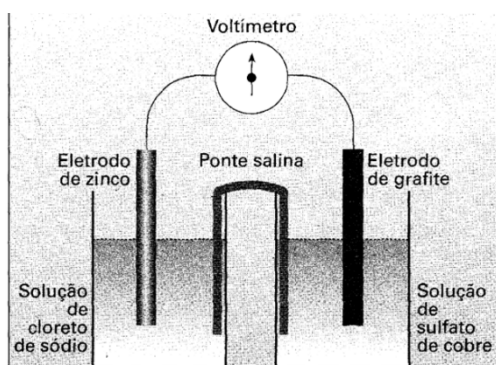

Figura 9.1. Montagem da pilha simplificada de Daniell.
9.4.2. Pilha de Daniell (Figura 9.1)